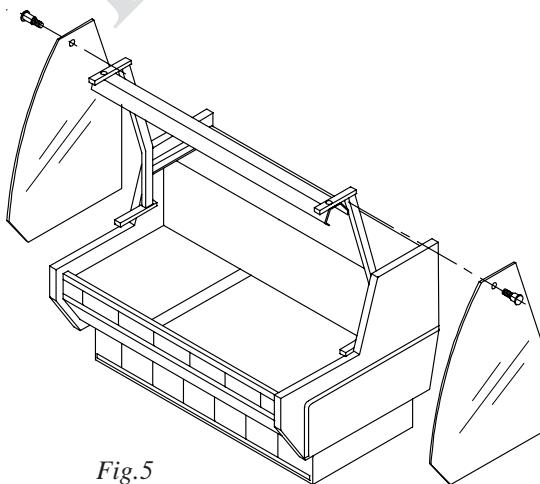

Fig.5
- ⇒ Placer ensuite les vitres latérales utilisant les respectives vis (Figure 5).
- ⇒ Place then side glasses and fasten them with screws (Figure 5).